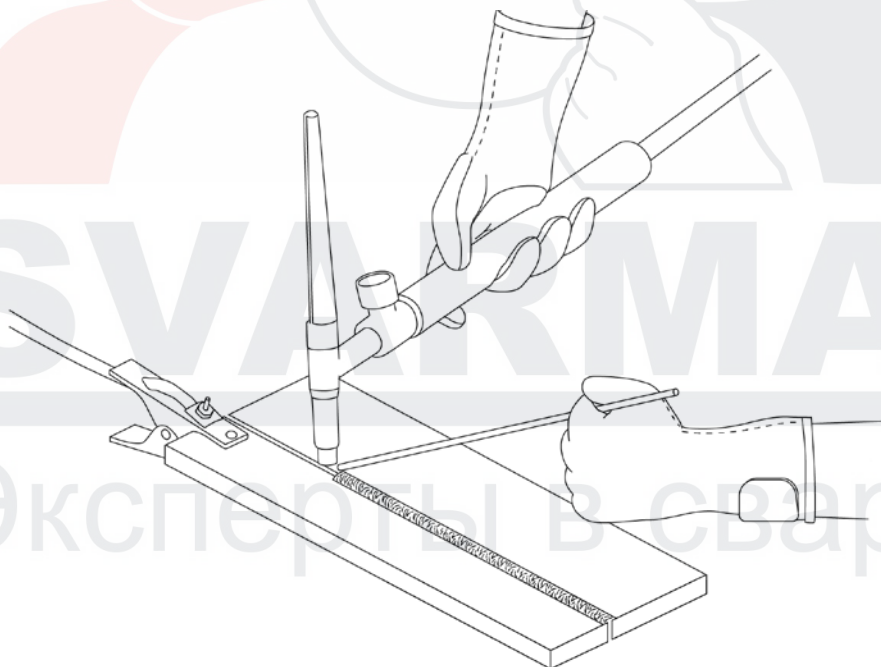

Рис. 13.3. Перед началом работы.
7. Начинайте сварочный процесс (См. рис. 13.3).
Перед началом работы не забудьте проверить следующее (См. рис. 13.3):